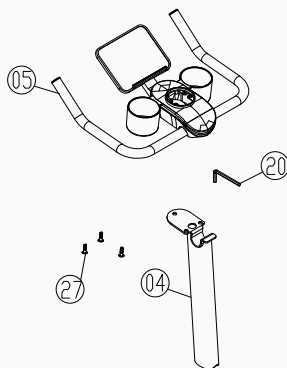

Abbildung 5
5. Montieren Sie die Display-Ständer-Baugruppe (Teil 05) an der Vertikalrohr-Baugruppe (Teil 04). Verbinden Sie die beiden Baugruppen mit drei Zylinderkopfschrauben M8×12 (Teil 27) und ziehen Sie die Schrauben anschließend mit dem 6 mm Innensechskantschlüssel (Teil 28) fest, wie in Abbildung 5 gezeigt.